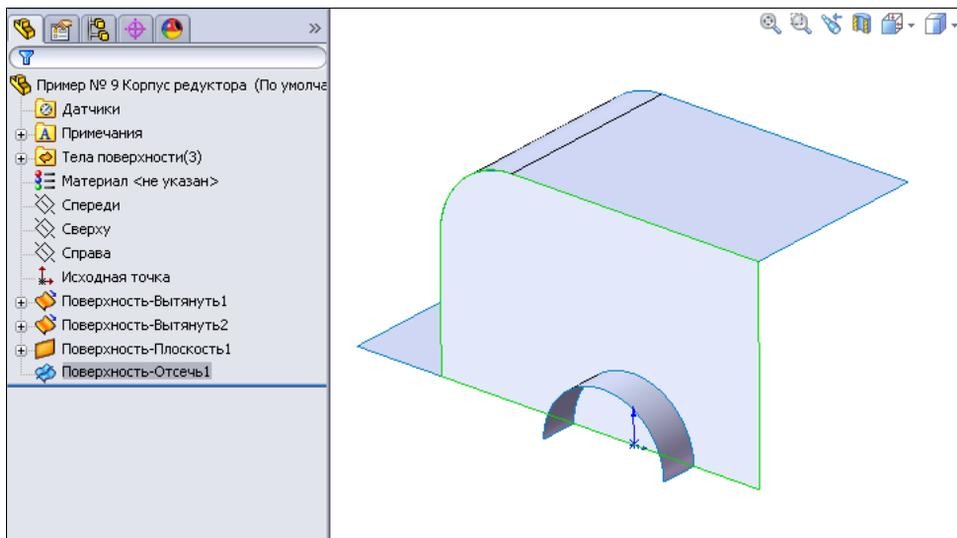

Рис. 2.101
10. Нажмем кнопку **ОК** , и все лишние части плоской поверхности будут удалены, а в Дереве Конструирования появится строка **Поверхность-Отсечь1** (рис. 2.101).